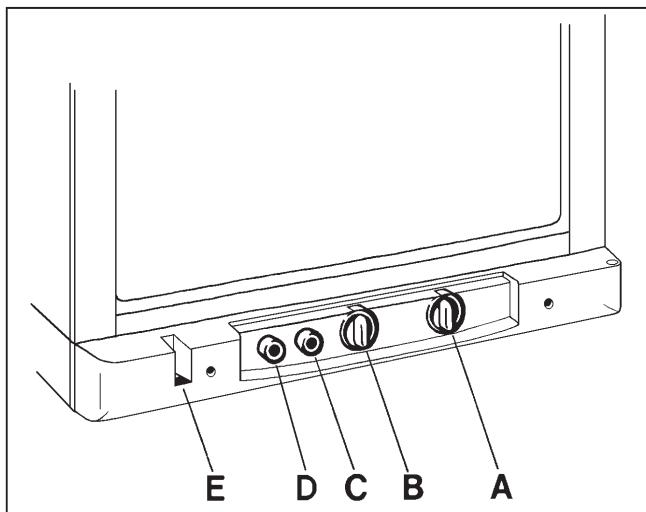

FIG. 1
Der Kühlschrank kann entweder mit 230 V oder Flüssiggas betrieben werden. Die Betriebsweise wird mit Hilfe der Bedienungselemente eingestellt, die in Fig. 1 ersichtlich sind.
Die Positionsnummern beziehen sich auf Fig. 1.
Die Positionsnummern beziehen sich auf Fig. 1. Ein Absorptionskühlgerät arbeitet völlig geräuschlos. Etwa eine Stunde nach dem Einschalten sollte das Tiefkühlfach kalt werden. Bis der Kühlschrank die normale Betriebstemperatur erreicht hat, dauert es einige Stunden (abhängig von der Umgebungstemperatur). Wenn der Schrank mit Lebensmitteln beladen ist, verlängert sich die Abkühlzeit. Der Thermostat erlaubt die kontinuierliche Regelung der Temperatur im Kühlschrank. Normalerweise wird der Drehknopf (B) in Stellung 3-5 gesetzt. Wenn Sie eine niedrigere (kältere) Temperatur wünschen, drehen Sie bitte den Knopf auf eine höhere Stufe